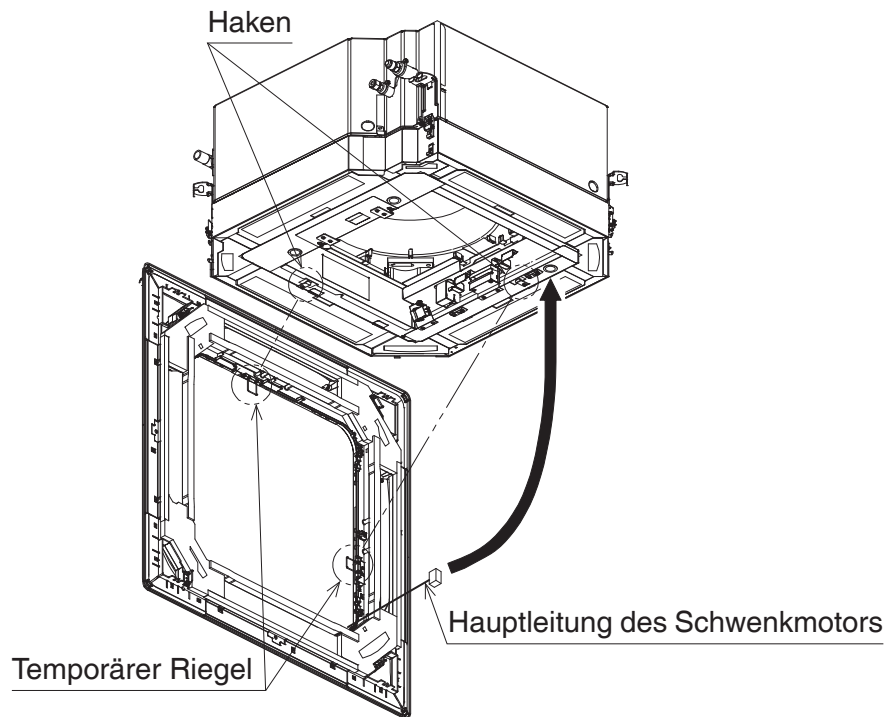

Abbildung 15
1. Bringen Sie die Zierblende an, nachdem Sie die temporären Riegel der Zierblende in die Haken des UV-Diffusionsluftreinigers eingehakt haben. (Siehe **Abbildung 15.**)